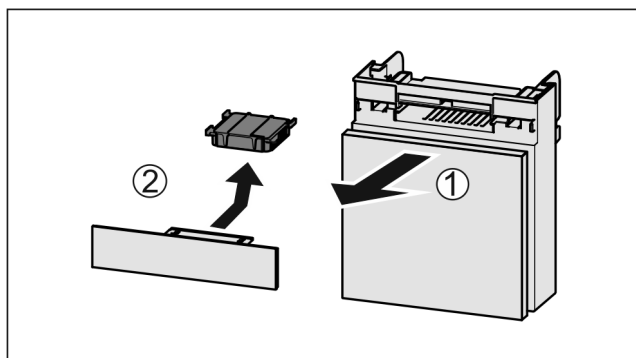

Fig. 113
- ▶ Extraire le compartiment par l'avant Fig. 113 (1).
- ▶ Sortir le filtre à charbon actif Fig. 113 (2).